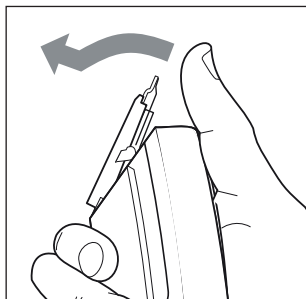
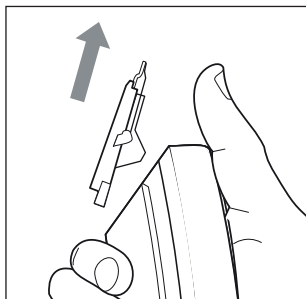

Fig. 8
Fig. 9
- La cuchilla del cabezal de corte ❶ puede limpiarse con agua. No utilice ningún otro líquido.
- 1) En primer lugar, presione el cabezal de corte ❶ hacia delante con el pulgar para desmontarlo del aparato (consulte la fig. 8). Tras esto, tire del cabezal de corte ❶ hacia arriba para retirarlo del aparato (consulte la fig. 9).